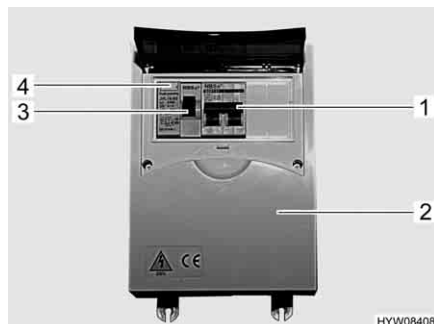

Fig. 50 Scatola dei fusibili a 230 V con interruttore di sicurezza e interruttore automatico FI
Un interruttore di sicurezza per correnti di guasto (interruttore automatico FI) (Fig. 50,3) nella scatola dei fusibili (Fig. 50,2) protegge l'intero veicolo da correnti di guasto (0,03 A).
L'interruttore di sicurezza collegato in serie (10 A) (Fig. 50,1) protegge le prese da 230 V, il frigorifero e la centralina elettrica.
- Se il veicolo è collegato all'alimentazione a 230 V, premere il tasto di controllo (Fig. 50,4). L'interruttore di sicurezza per correnti di guasto (FI) deve scattare.